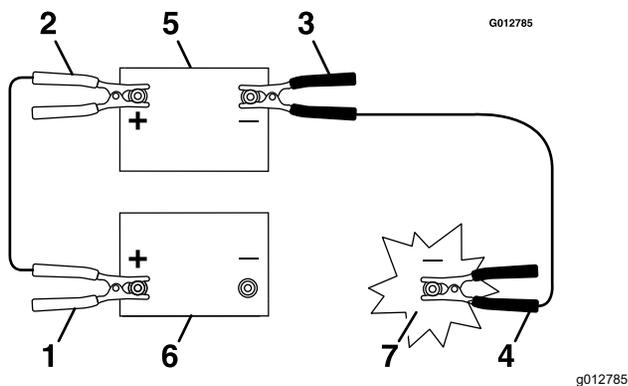

Рисунок 42
1. Подсоедините положительный (+) соединительный кабель (красный) к положительной клемме разряженного аккумулятора, как показано на Рисунок 42.
- Подсоедините другой конец положительного кабеля к положительной клемме вспомогательного аккумулятора (Рисунок 42).
- На машине с разряженным аккумулятором подсоедините другой конец отрицательного соединительного кабеля к блоку цилиндров двигателя в месте, находящемся на достаточном расстоянии от аккумулятора и ремней (Рисунок 42).
- Отсоедините отрицательный кабель от блока цилиндров двигателя (Рисунок 42).
- Отсоедините отрицательный кабель от разряженного аккумулятора (Рисунок 42).
- Отсоедините положительный кабель от вспомогательного аккумулятора (Рисунок 42).
- Отсоедините положительный кабель от разряженного аккумулятора (Рисунок 42).